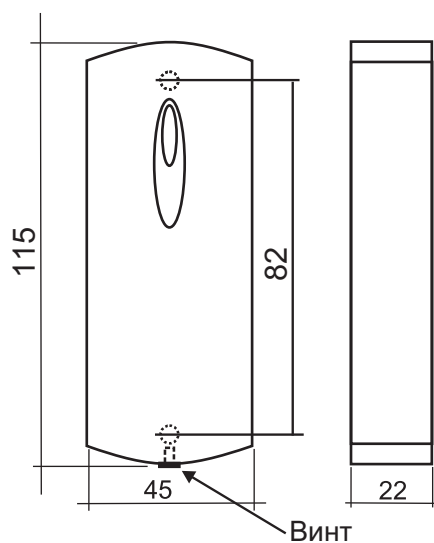

Рис. 1
- 1) Разметьте и просверлите отверстия для крепления (см.рис.1).
- 1) На выключенном считывателе соединить сигналы (см.рис.1) DATA0 (белый) и LED R (жёлтый).